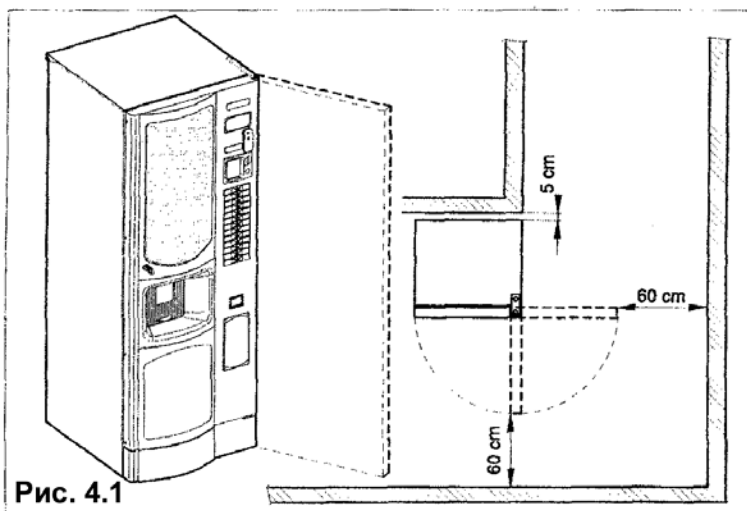

Рис. 4.1
- При размещении автомата у стены необходимо соблюдать минимальное расстояние от стены 5 см (рис. 4.1), чтобы обеспечить его постоянную вентиляцию. Ни в коем случае не накрывайте автомат тканью или другими материалами.
Если автомат установлен в проходе, предназначенном для экстренной эвакуации, убедитесь, что при открытой двери автомата так или иначе остается достаточно места, чтобы его обойти (рис. 4.1).